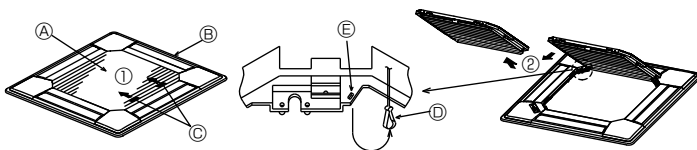
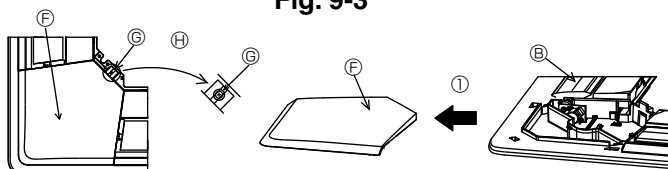

Fig. 9-3
Fig. 9-4
9.2.1. Πώς αφαιρούνται οι γρίλιες εισόδου αέρα (Fig. 9-3)
9.2.2. Πώς αφαιρείται το γωνιακό πλαίσιο (Fig. 9-4)
[Fig.9-3] [Fig.9-4]